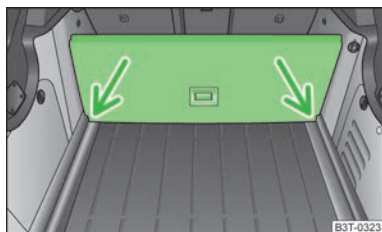

Fig. 70
- Levantar la parte con fijación y asegurarla introduciéndola en las ranuras que vienen marcadas por medio de flechas » fig. 70.